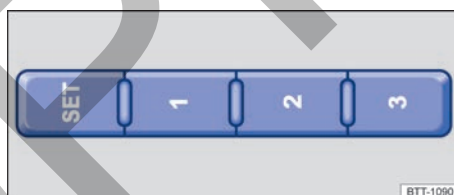

Fig. 77 En el lateral exterior del asiento del conductor: teclas de memoria.
- Pulse la tecla **SET** durante más de 1 segundo → fig. 77.